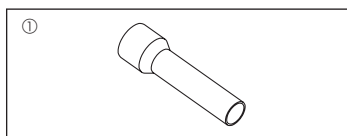

Fig. 1-1
1.6. Accessoires de l'appareil extérieur (Fig. 1-1) (SW160, 200)